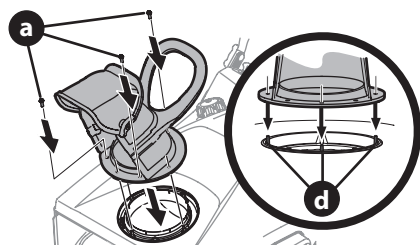

Figure 8
- Alignez les trous de la base de la goulotte sur les trois encoches (d) de la goulotte inférieure (Figure 8). Fixez la goulotte inférieure avec les boulons (a) retirés à l'étape 2 (Figure 8).